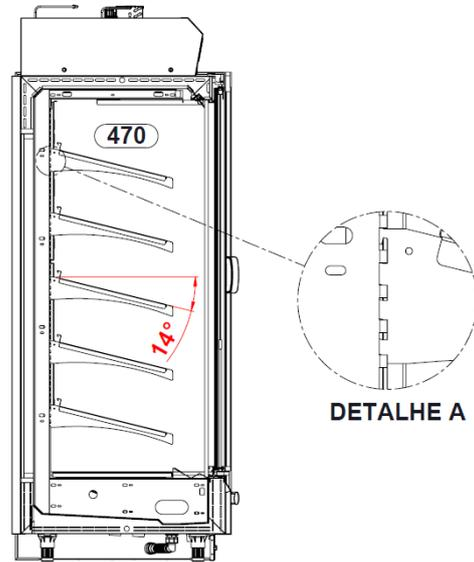

Figura 13: Prateleira inclinada 14°
- 2 - Permite inclinação de 14° conforme Figura 13;